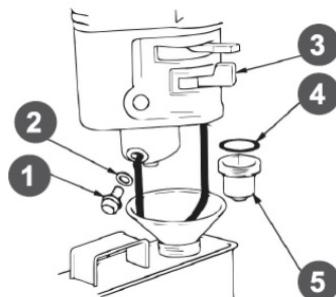

Рис. 21 Обслуживание фильтра-отстойника
1. Установите рычаг топливного крана 3 (Рис. 21) в положение «ЗАКРЫТО».
3. Открутите болт 1 сливного отверстия и спейте топливо из поплавковой камеры карбюратора (Рис. 21).
4. Открутите стакан отстойника 5, вылейте из него топливо в заранее подготовленную емкость (Рис. 21).
- Слейте топливо из топливного бака и карбюратора (Рис. 21).